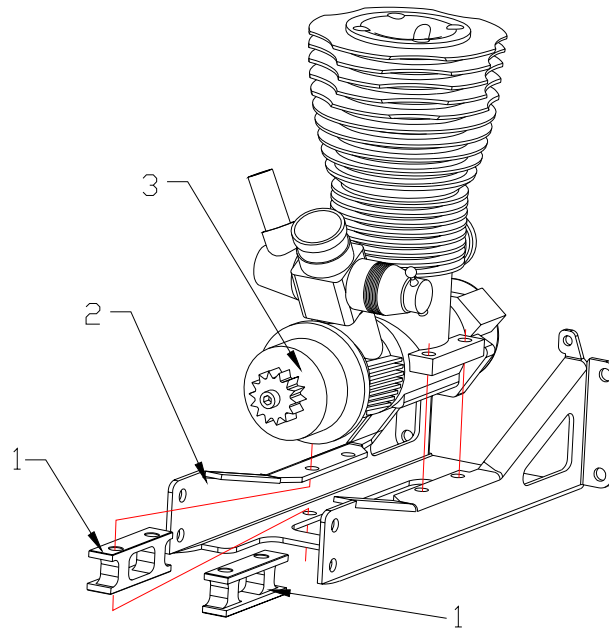

Fig. 2 Vista subjecció del motor. 1.Blocs subjecció. 2.Estructura posterior.3.Motor.
El marc frontal (1) uneix el tren del darrere amb l'estructura posterior (Fig.2 (2)). En el lateral hi ha les guies per ajustar l'alçada de la corona de la transmissió amb l'engrenatge de sortida de l'embragatge. La carcassa està unida fortament amb adhesiu estructural i a través dels cargols que es collen al marc.